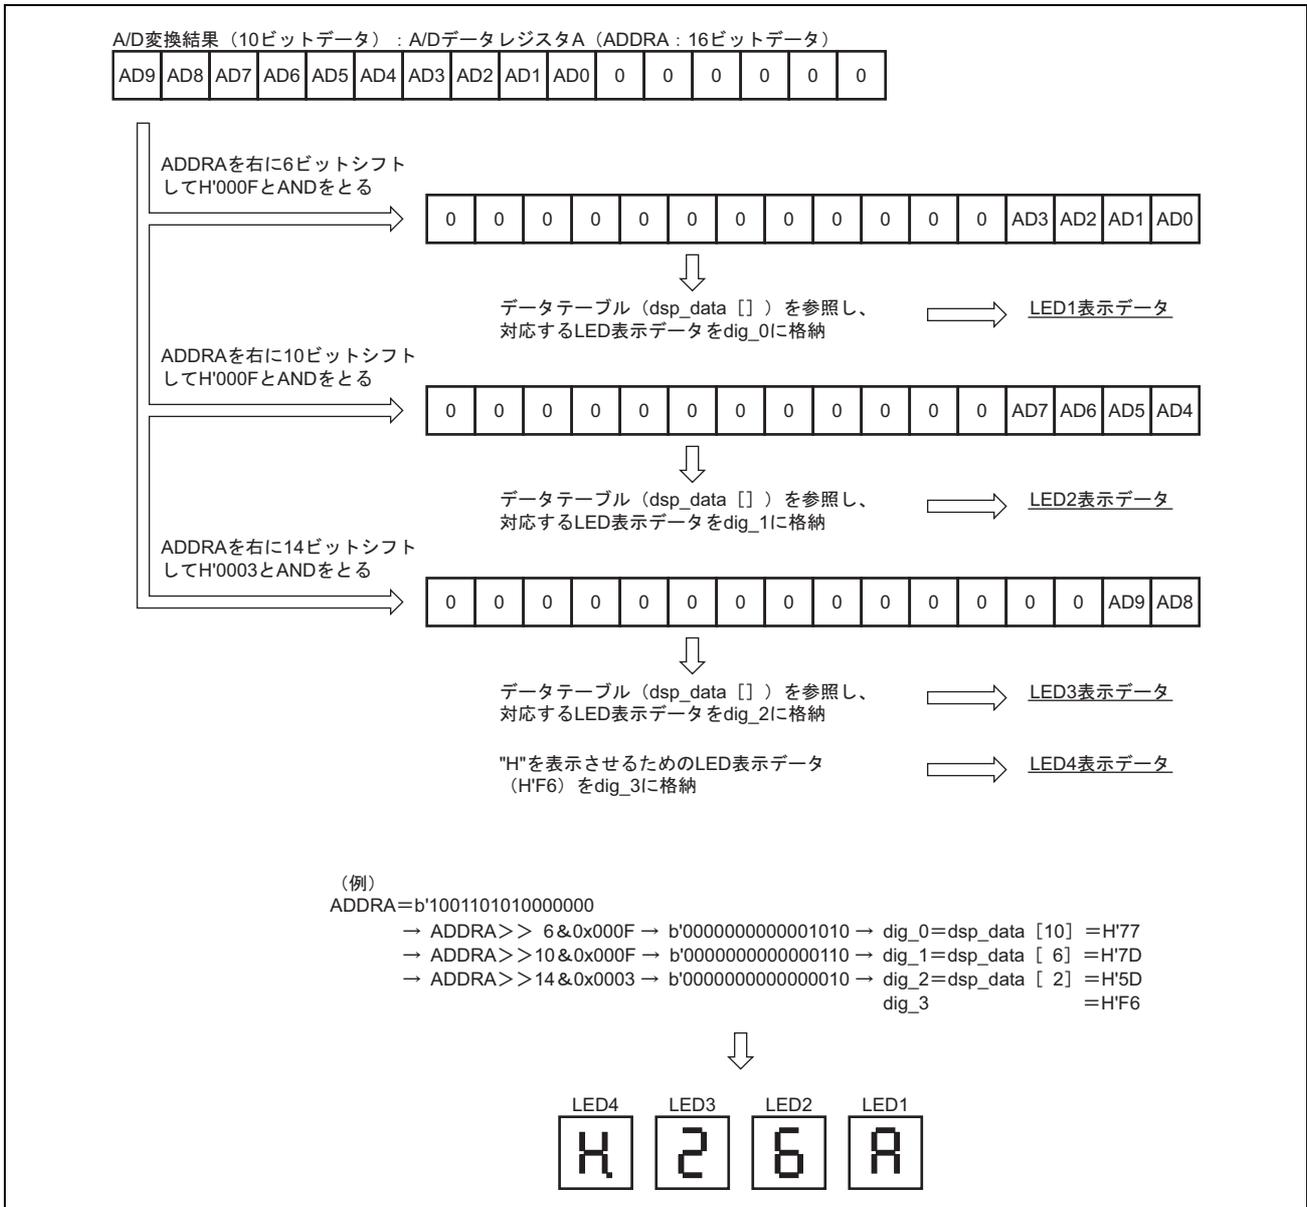

図 1.3 A/D 変換結果を LED に表示する方法
8. 本タスク例では、A/D 変換結果を 7 セグメント LED に 16 進数で表示 (H'3FF~H'000) させます。図 1.3 に A/D 変換結果の LED 表示方法を示します。